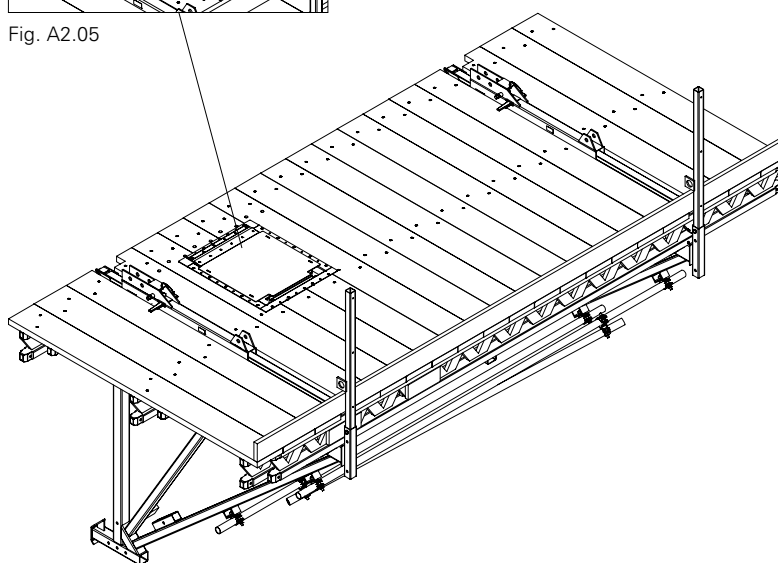

Fig. A2.06
- Avvitare il telaio della botola all'impalcato (ca. 20 pz. TORX 6 x 40). (Fig. A2.06)